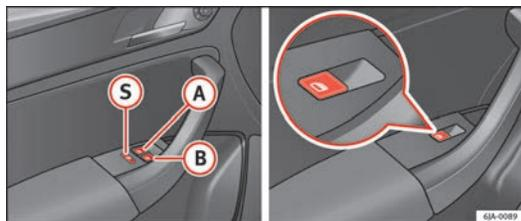

Fig. 54 Comandi sulla porta del conducente/sulle porte posteriori
- In caso di bambini a bordo seduti sui sedili posteriori, per ragioni di sicurezza, si consiglia di utilizzare il tasto di sicurezza (S) ⇒ fig. 54, che disattiva i comandi dei finestrini posteriori.
Premendo il tasto di sicurezza (Ⓒ) ⇒ fig. 54 è possibile disattivare i comandi delle porte posteriori. Premendo di nuovo il tasto di sicurezza (Ⓒ) si riattivano i comandi delle porte posteriori.